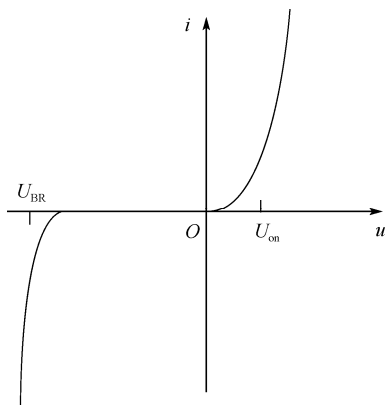

图 3-12 二极管的伏安特性
二极管的伏安特性是指加载在二极管两端的电压与流过其两端的电流之间的关系，如图 3-12 所示，具体分析如下。
① 正向特性 ($U > 0$): 当为二极管加正向电压, 即 P 极接高电位、N 极接低电位时, 图 3-12 中的 U_{on} 叫开启电压, 硅管的开启电压为 $0.5V$, 导通电压为 $0.6 \sim 0.7V$; 锗管的开启电压为 $0.2 \sim 0.3V$ 。当加载在二极管两端的电压 U 高于或等于开启电压, 即 $U \geq U_{on}$ 时, PN 结导通, 否则 PN 结截止。
② 反向特性 ($U < 0$): 当为二极管加反向电压, 即 P 极接低电位、N 极接高电位时, PN 结截止。
③ 击穿特性: 当为二极管加反向电压, 且所加反向电压高于或等于其击穿电压时, 普通二极管容易击穿损坏, U_{BR} 为二极管的击穿电压。但特殊二极管, 如稳压二极管 (稳压管) 工作在反向击穿区。稳压管的特性将在后面介绍。
④ 温度特性: 随着温度的升高, 二极管内部的自由电子和空穴的活动都增强, 其正向电流和反向电流都会增大。
(2) 二极管的主要参数。
① 最大整流电流 I_F : 二极管长期工作时, 允许通过的最大正向平均电流。在选用二极管时, 二极管的最大整流电流必须大于电路的工作电流。